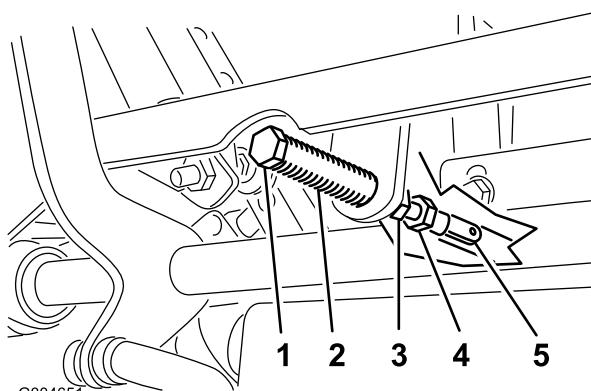

Figura 51
| 2. Panel de control | 5. Tire hacia atrás de la palanca hasta que el pasador (en el brazo situado encima del eje pivotante) entre en contacto con el extremo de la ranura (empezando justo a tensar el resorte) como se muestra en Figura 51 . |
10. Apriete las contratuerca de las articulaciones esféricas (Figura 51).